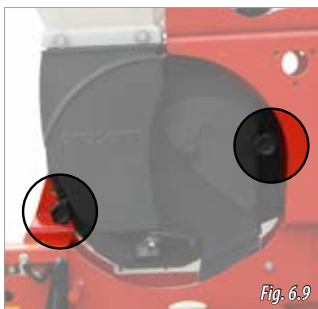

Fig. 6.9
- 1 - Aflojar los 2 pomos de fijación para extraer la tapa de su posición (Fig. 6.9).